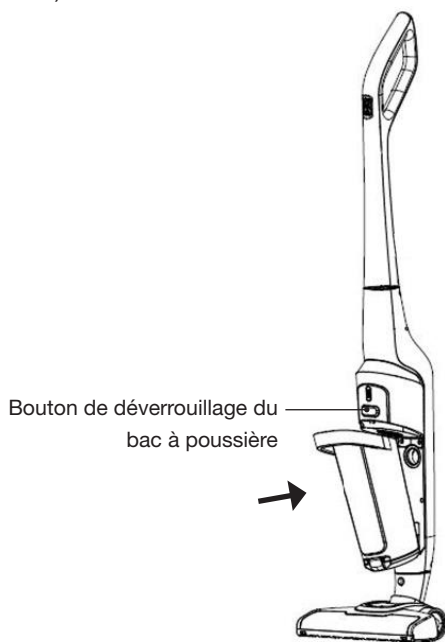

Fig. 4
5. Insérez le bac à poussière sur le corps de l'appareil en le positionnant d'abord par le bas puis, en le fixant par le haut sur le corps de l'appareil jusqu'au « clic » de verrouillage (voir figure 4).
Pour retirer le bac à poussière du corps de l'appareil, appuyez sur le bouton de déverrouillage (voir figure 4).